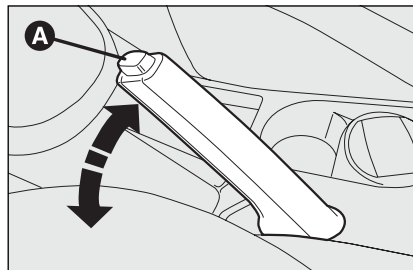

fig. 1
- trek de hendel iets omhoog en druk op de ontgrendelknop **A-fig. 1**;